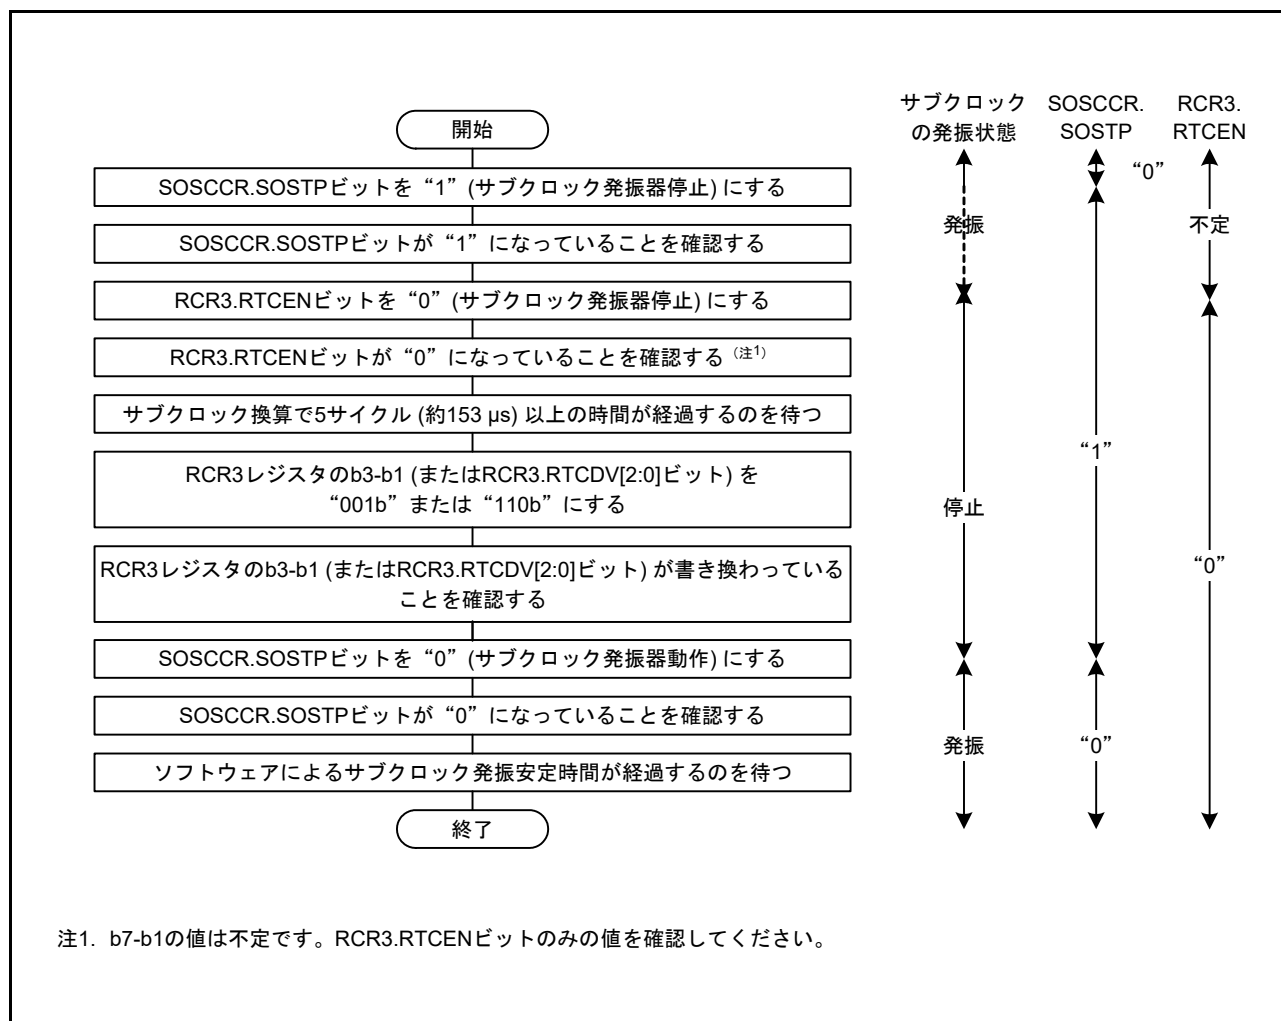

図 9.12 サブクロックをシステムクロックのみに使用する場合の初期化フローチャート例
- サブクロックをシステムクロックのみに使用する場合は、図 9.12 のフローチャートの例に従って初期設定してください。